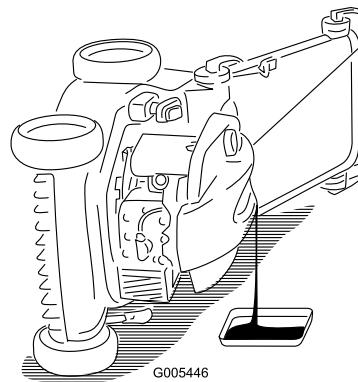

Рисунок 23
5. Извлеките масломерный щуп из трубы заливки масла и поместите масляный поддон около левой стороны газонокосилки (Рисунок 23).